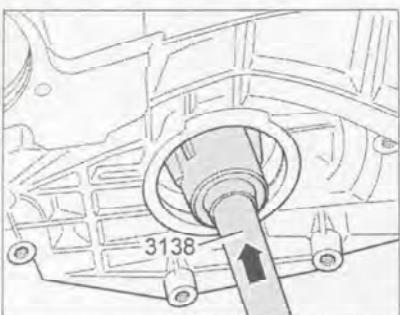

Рис. 7.292. Извлечение наружной обоймы малого роликоподшипника.
19. Выпрессуйте наружную обойму малого роликоподшипника с помощью специального инструмента (рис. 7.292).